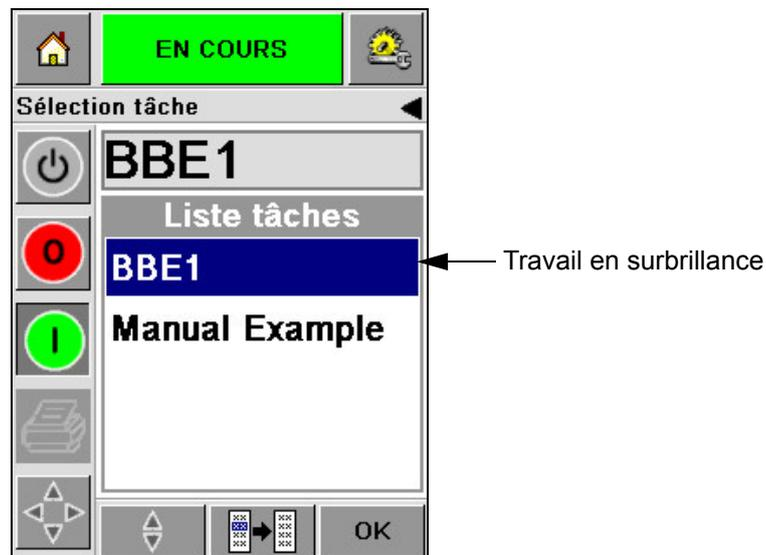

Figure 5-3 : Sélection de travail
- 2 Si la liste de travaux est très courte, touchez le nom du travail permettra de l'afficher en surbrillance (Figure 5-3).
- Touchez l'icône *Clavier de saisie de données* (Figure 5-4 à la page 5-4). L'écran de *Sélection de travail* s'affiche avec un clavier de saisie de données (comme un téléphone portable). Dès que vous commencez à entrer les caractères du nom du travail, le nom du travail est automatiquement jusqu'à ce que vous sélectionnez le travail (Figure 5-3).